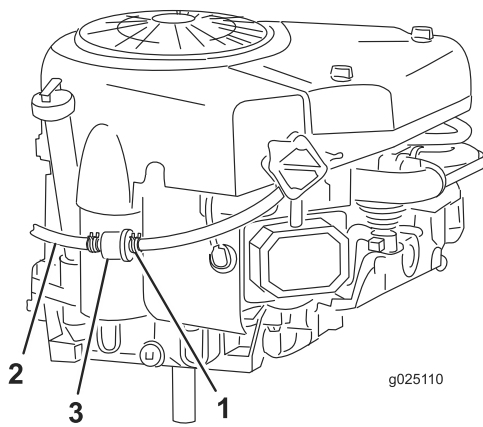

Figura 30
7. Apriete los extremos de la abrazadera y deslícela por el tubo de combustible hacia el depósito de combustible (Figura 30).
- 8. Tire del tubo de combustible para separarlo del filtro (Figura 30) y deje que el combustible se drene en un recipiente de combustible homologado o un recipiente apropiado.
- 10. Acerque la abrazadera al filtro de combustible para fijar el tubo de combustible y el filtro (Figura 30).
El mejor momento para cambiar el filtro de combustible (Figura 30) es cuando el depósito de combustible está vacío. No instale nunca un filtro sucio después de desmontarlo del tubo de combustible.